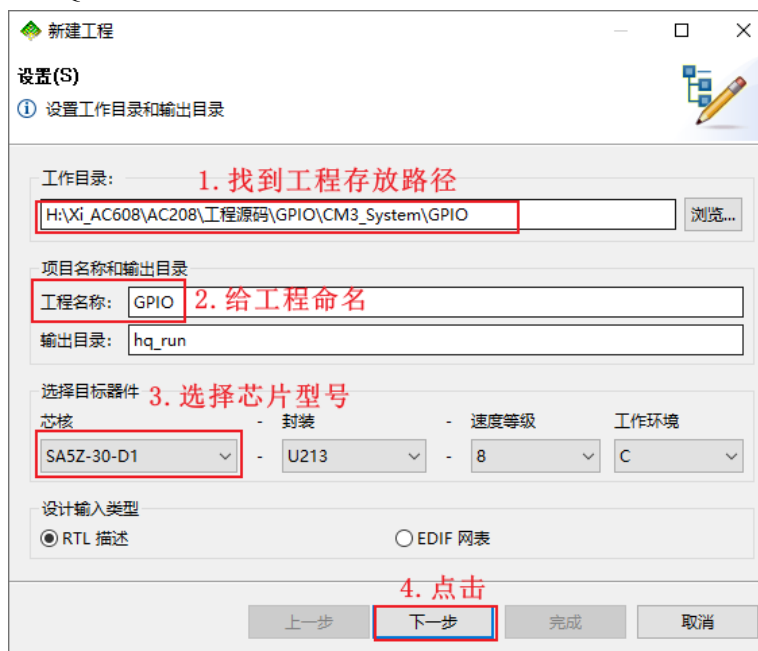

图 1.1 建立 HQ 工程
1. 打开 HQFPGA 软件，点击右边导航栏中的新建工程一栏，弹出如下图 1.1 所示的界面，依次选择工程存放的位置，这里新建一个“CMS_System”文件夹用来存放 HQ 工程，然后给工程命名，点击下一步。